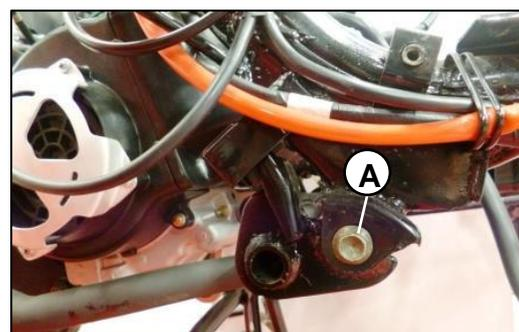

Fig. 17
Retire el perno izquierdo (A) del soporte chasis motor. **Fig.17**